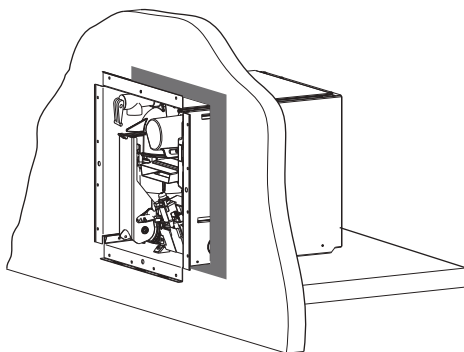

Fig. 21
- Appliquez une quantité suffisante d'agent d'étanchéité sur le pourtour du cadre d'installation et dans les coins; reportez-vous à la zone en grisé de la Fig. 21.